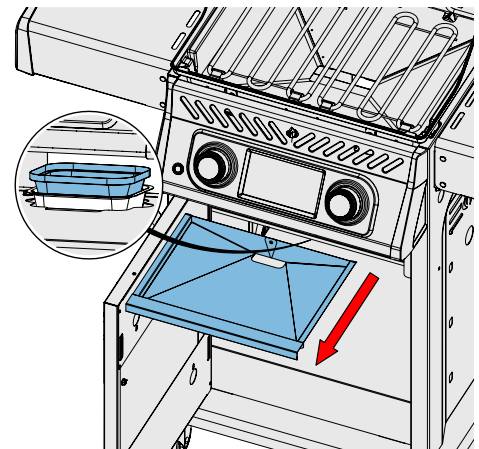

Fig. 8
3. Fjern bundbeklædningen (drypbakke til fedtopsamling). Brug ikke slibende rengøringsmidler til at rengøre porcelænslinerer. (Fig. 8)
1. Skub drypbakken ud af apparatet for at få adgang til den engangs-fedtopsamler eller for at rengøre drypbakken. (Fig. 8)
- Rengør ofte for at undgå fedtophobning – cirka hver 4-5 gange. (Fig. 8)